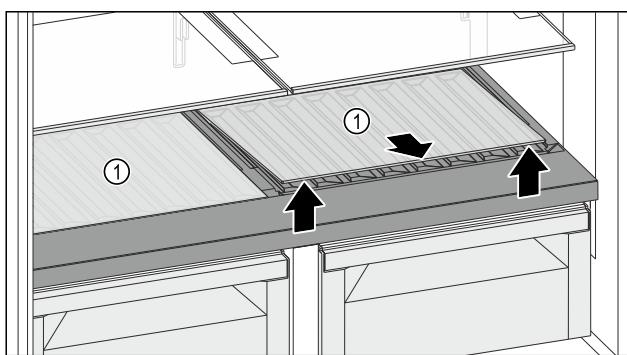

Fig. 117
- Скористайтеся пазом спереду, щоб підняти скляну полицю або обидві скляні полиці Fig. 117 (1) і вийняти їх.
- Безпечно зберігайте скляну(-и) полицю(-и) Fig. 117 (1) за межами пристроя.